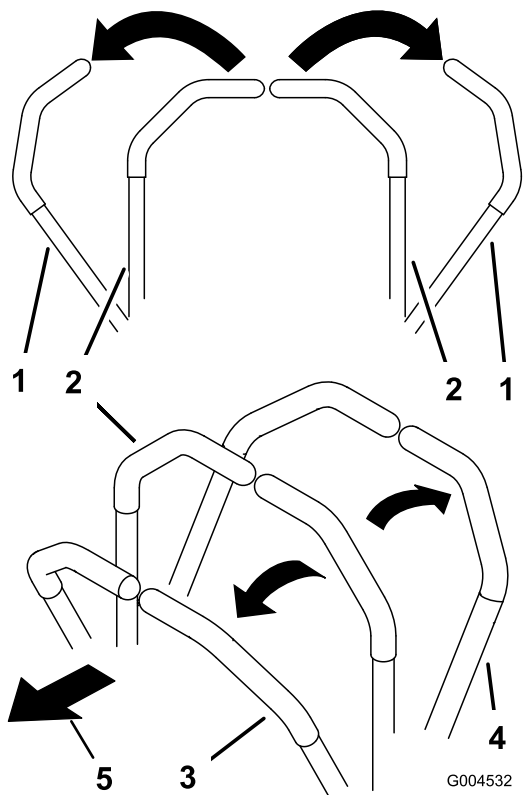

图19
- 要直线向前移动请缓慢向前推动移动控制杆图 19。
- 要直线向后移动请缓慢向后拉动移动控制杆图 19。
- 如要转向请向后拉动两个控制杆减慢机器速度向前推动想要转向的另一侧的控制杆图 19。